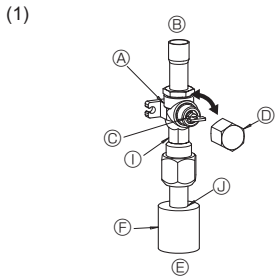
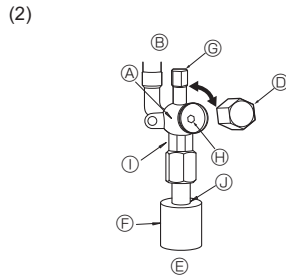

Fig. 4-6
Fig. 4-7
- (1) Gasseite von ZRP100-140 (Fig. 4-6)
- ① Entfernen Sie die Kappe, ziehen Sie den Griff zu sich und drehen ihn zum Öffnen 1/4 Drehung nach links.
- ② Prüfen Sie, ob das Absperrventil vollständig geöffnet ist, drücken Sie den Griff zurück und setzen Sie dann die Kappe wieder auf und schrauben sie fest.
- (2) Flüssigkeitsseite von ZRP100-140 und Gas-/Flüssigkeitsseite von ZRP35-71 (Fig. 4-7)
- ① Entfernen Sie die Kappe und drehen Sie die Ventilstange mit einem 4 mm-Sechskantschlüssel bis zum Anschlag gegen den Uhrzeigersinn. Hören Sie auf zu drehen, wenn der Anschlag erreicht ist.